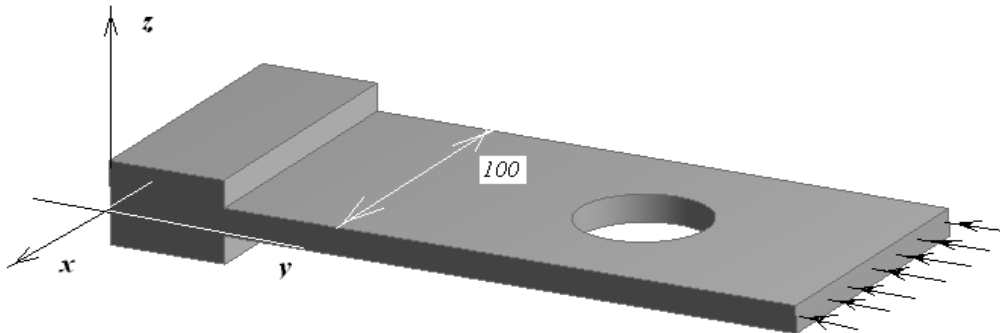

Рис. 1. Загальний вигляд моделі.
**Тема роботи:** Моделювання напружено-деформованого стану пластини з отворами при дії розподілених сил тиску та виявлення ефекту концентрації напружень з використанням типу аналізу *Static Structural* – аналізу статичної міцності в *AnsysWorkbench*. Загальний вигляд моделі та вихідні дані представлені на рис. 1 та 2. Розглянути варіанти різних видів отворів (круглих, квадратних тощо), різної їх кількості (один, два тощо), різного їх розташування (вздовж та поперек пластини) та різного розміру і різної відстані між ними.